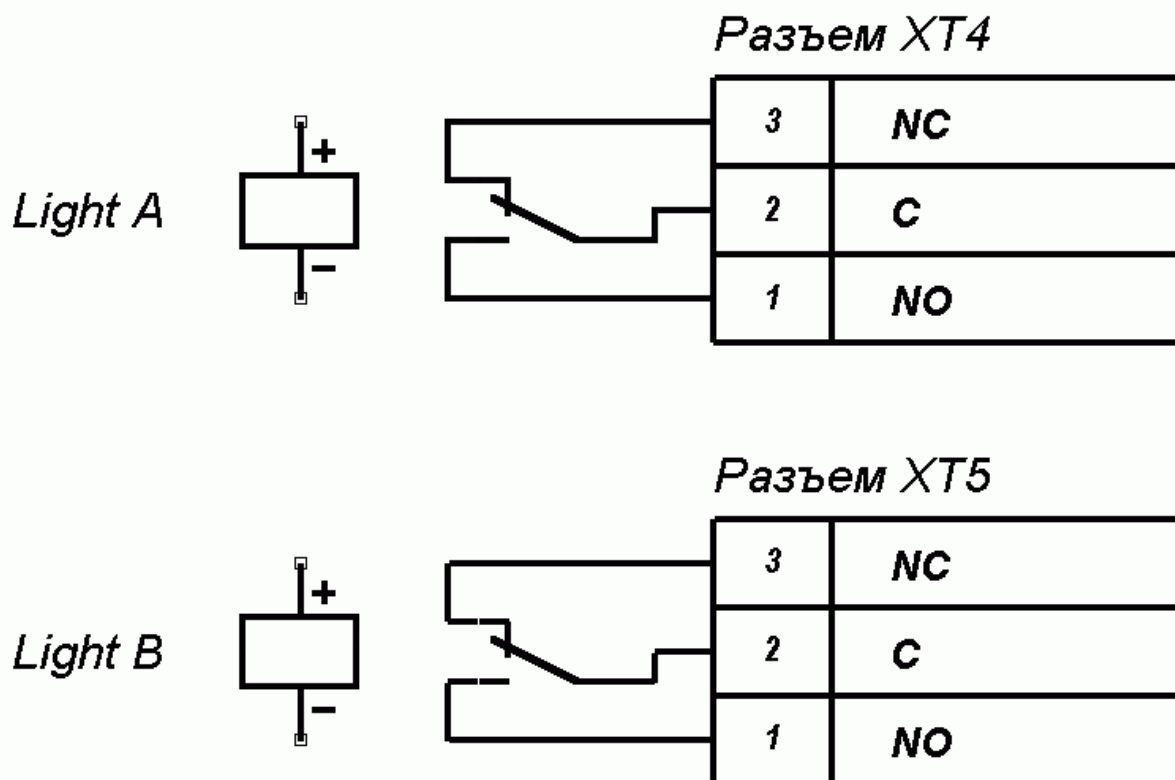

Рисунок 7 – Выходные каскады для Light A и Light B
5.10.1 Информационные световые индикаторы подключаются на клеммные колодки "ХТ4" (Light A) и "ХТ5" (Light B). При этом реле Light A (Light B) активизировано (на его обмотку подано напряжение), когда горит соответствующий данному направлению прохода световой индикатор зеленая стрелка, а красный световой индикатор погашен. Реле Light A (Light B) нормализовано (на его обмотку напряжение не подано), когда соответствующий данному направлению прохода красный световой индикатор горит, а световой индикатор зеленая стрелка погашен. Факт срабатывания/отпускания реле Light A и Light B можно определить по загоранию/гашению красных индикаторов, которые установлены вблизи указанных реле (см. рисунок 2). Выходные каскады для Light A и Light B — перекидные контакты реле (см. рисунок 7) со следующими характеристиками сигналов: